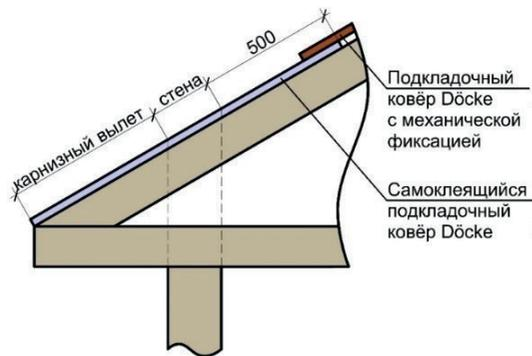
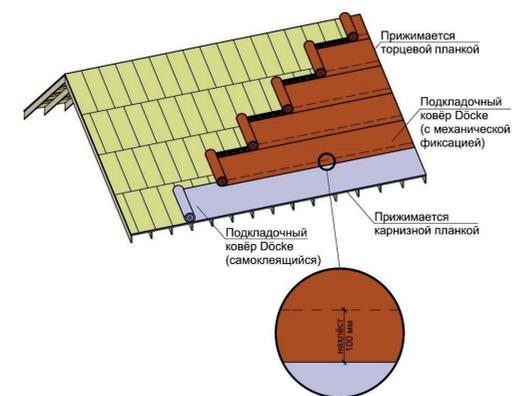

Рис. 8. Схема укладки самоклеющихся подкладочных ковров на карнизный свес.
Рис. 10. Схема расположения подкладочного ковра Döcke (последовательность укладки полотен в соответствии с пунктом 4.1.6.).
4.1.3 В ендове и вдоль карнизного свеса рекомендуется укладывать самоклеющийся подкладочный ковер Döcke. Величина карнизного свеса равна величине карнизного вылета плюс часть ската над стеной плюс 500 мм (рис. 8). Оставшуюся поверхность скатов допускается покрывать подкладочными коврами Döcke с механической фиксацией (рис. 10, рис 12). Также допускается монтаж само-
4.1.8 Крепёж подкладочного ковра осуществляется гвоздями (тип 1, таблица №1). Схема крепления полотна подкладочных ковров Döcke показана на рис. 10. Самоклеющиеся ковры Döcke вдоль карниза снизу прижимаются карнизными планками (п. 5 – «Установка карнизных и торцевых металлических планок»).